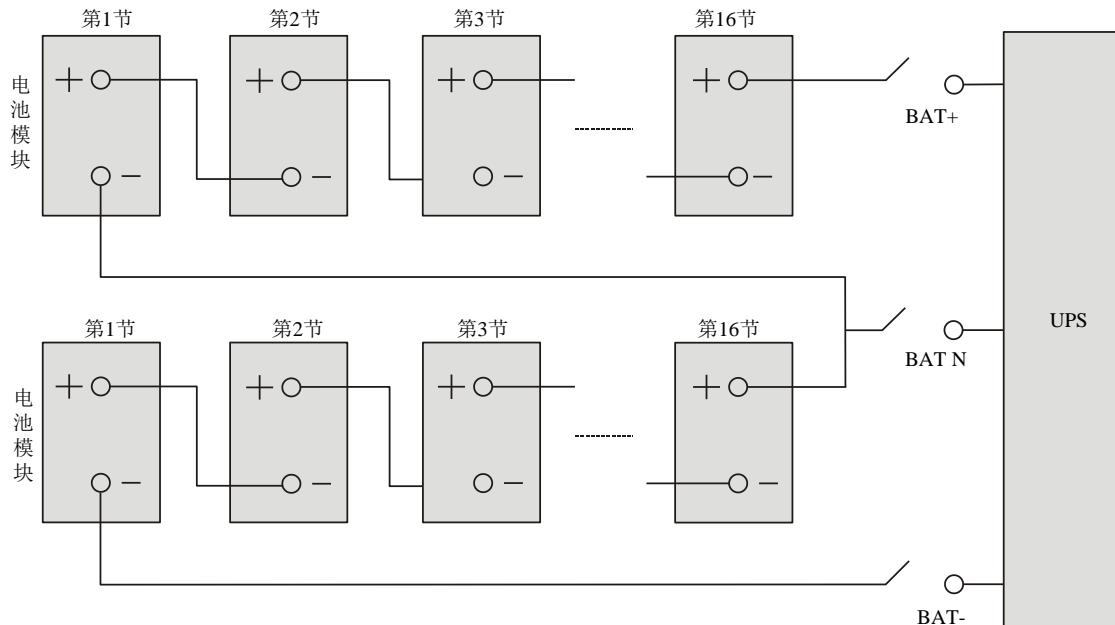

图2-32 电池组接线原理图（16kVA/20kVA）
2. 16kVA/20kVA: UPS 出厂默认电池节数 32 节，正负电池组各 16 节，用户自行配电的外接电池组接线原理图如图 2-32 所示。